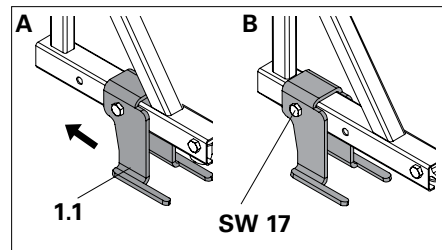

Fig. A3.04a
2. Fixer la tête de raccordement en bas (1.1) de la position (A) sur la position (B) de la console MXK (1). (Fig. A3.04a)